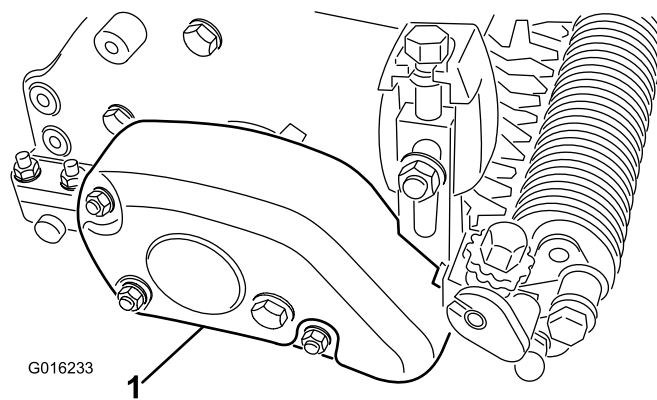

Figura 26
1. Rimuovete il copricinghia dall'alloggiamento del groomer (Figura 26).